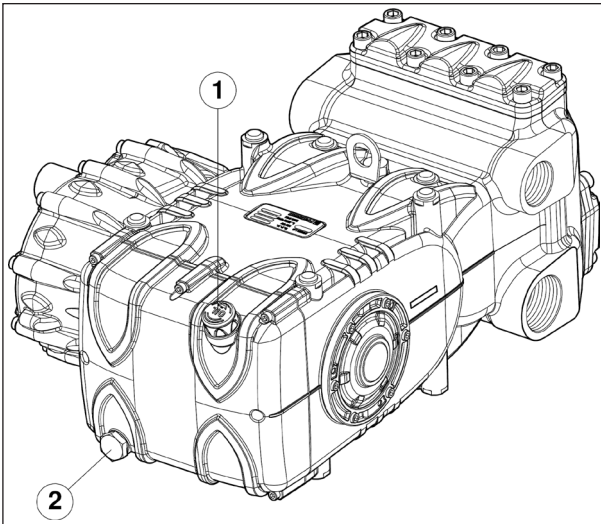

Abb. 3
Überprüfen Sie den Ölstand und füllen Sie bei Bedarf Öl über den Ölmesstab Pos. ①, Abb. 3 nach.
Die Ölstandsprüfung hat bei Pumpe auf Umgebungstemperatur zu erfolgen, für den Ölwechsel soll die Pumpe dagegen auf Betriebstemperatur sein. Entfernen Sie dazu den Verschluss Pos. ②, Abb. 3.